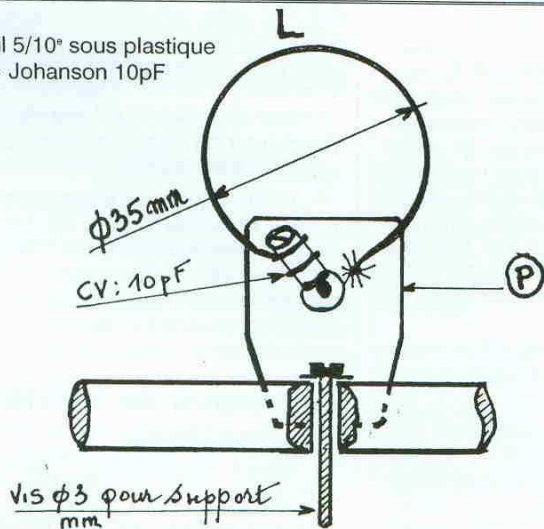

Fig. 2 - Boucle de couplage
**4° Percer comme figure 2** un trou de Ø 4mm pour insérer la vis de Ø 3mm du support en plexiglas (petit rectangle de 3 x 6 cm) servant à fixer l'antenne sur un trépied photo pour les mesure.
Faire le montage de la (figure 2), la boucle L : Ø 35mm en fil de cuivre 5/10ème sous plastique à souder au condensateur variable de 10 pF sur la